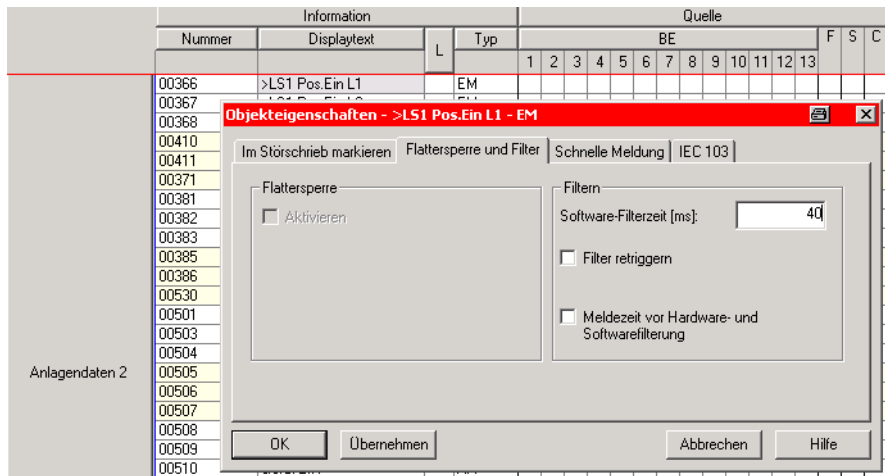

Bild 2-143 Einstellung der Software-Filterzeit
- Damit eine sehr schnelle Reaktion (1-polig) bei einem Schutz nicht zu einer ungewollten 3-poligen Kopplung bei einem 2. Schutz führt, ist eine „Software-Filterzeit“ für die Binäreingänge der Hilfskontakte einzustellen (siehe Bild 2-143).